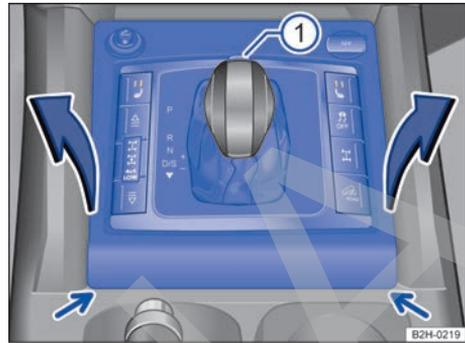
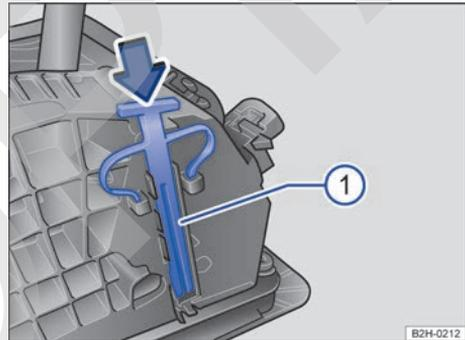

Fig. 166 Desmontar la cubierta de la corredera de la palanca selector.
Fig. 167 Debajo de la cubierta de la corredera de la palanca selector: desbloqueo de emergencia del bloqueo de la palanca selector.
El desbloqueo de emergencia → fig. 167 ① se encuentra debajo de la cubierta de la corredera de la palanca selector → fig. 166, en el lado derecho visto en el sentido de la marcha. Para ▶
- Desprenda la cubierta del embellecedor haciendo palanca con, p. ej., un destornillador → fig. 166 (flechas).
- Presione la palanca de desbloqueo con cuidado en el sentido de la flecha → fig. 167 con la punta plana del destornillador de las herramientas de a bordo y manténgala en esa posición.
- Pulse la tecla de bloqueo → fig. 166 ① de la parte delantera del pomo de la palanca selectora y sitúe la palanca en la posición N.